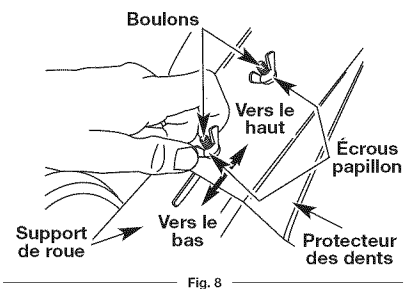

Fig. 8
3. Desserrez (sans les retirer) les deux écrous papillon du protecteur des dents (Fig. 8).